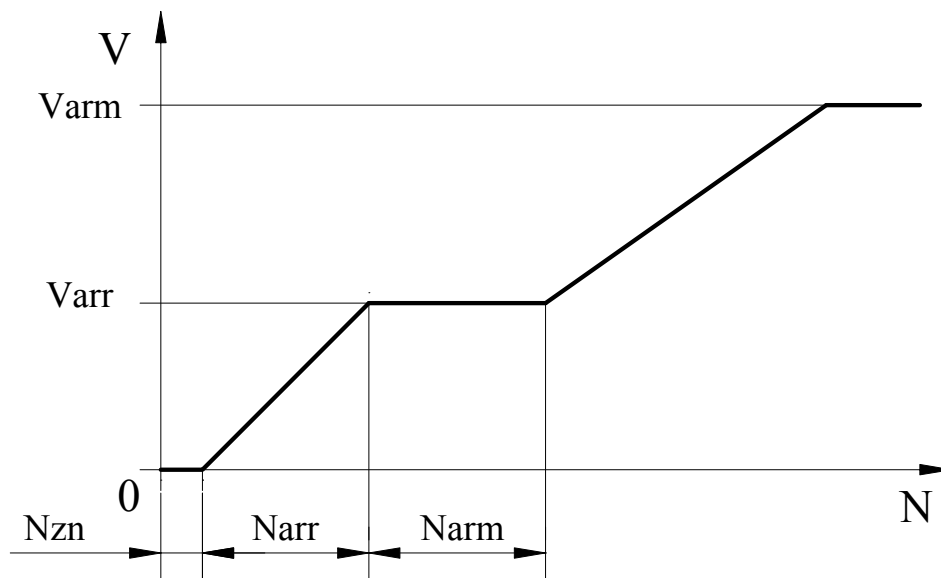

Рис.5. Скорости удержания в зависимости от модуля отклонения от точки удержания.
3.6.6.5. **Номер 4** – Varr (мм/сек) – малая скорость движения при удержании (арретировании) (**рис.5**).
3.6.6.6. **Номер 5** – Varm (мм/сек) – максимальная скорость движения при удержании (**рис.5**).
3.6.6.7. **Номер 6** – Narm (мм) – участок скорости движения при удержании, где $V=Varr$ (**рис.5**).